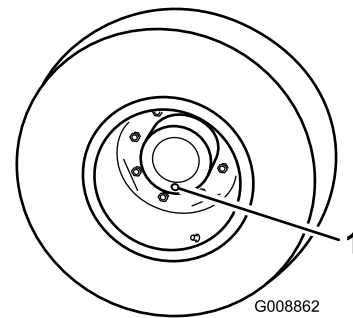

Figura 61
1. Con la máquina en una superficie nivelada, coloque una rueda de manera que uno de los tapones de verificación/drenaje esté en la posición más baja (posición de las 6) (Figura 61).